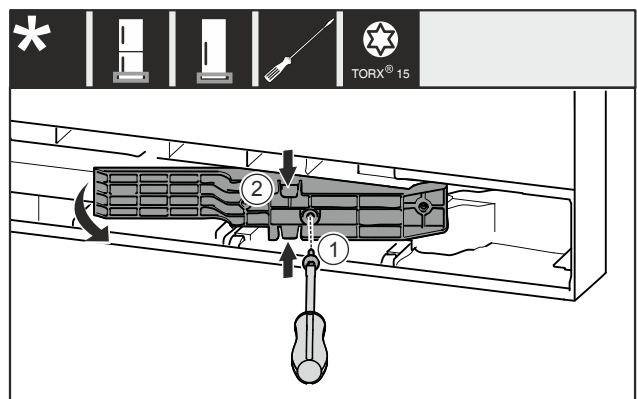

Fig. 20 *
- ▶ Odstranite vijak Fig. 20 (1).*
- ▶ Potisnite prilagodilnik Fig. 20 (2) zgoraj in spodaj rahlo skupaj in odstranite.*